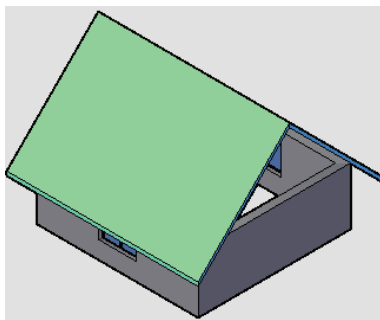

图 7-83 三维效果
5) 将当前视图转换为“西南等轴测视图”，设置视图的显示样式设为“概念”样式，查看人字坡顶的三维效果，结果如图 7-83 所示。